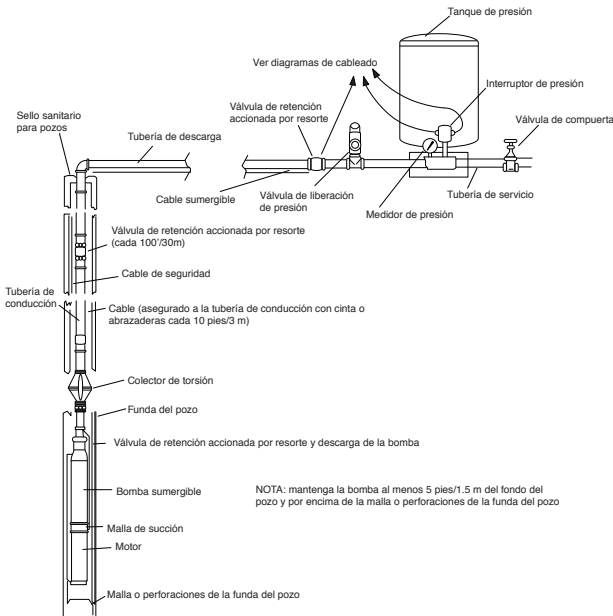

Figura 1
2. Instale la bomba y los componentes adecuados para la prueba como se muestra en la figura 1.
2. Un colector de torsión justo por encima de la bomba para evitar el desgaste del cable cuando la bomba y la tubería giren durante el ciclo de arranque y parada. (Vea la figura 1.)
La figura 1 ilustra una instalación de pozo típica mostrando los componentes dentro del suelo. Cumpla los siguientes pasos cuando instale la bomba y la tubería de conducción:
La figura 1 ilustra una instalación de pozo típica mostrando los componentes encima del suelo. Consulte la figura 1 y los pasos siguientes cuando instale la tubería de descarga.